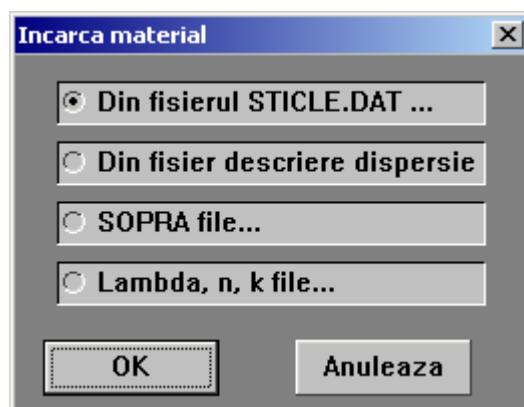

Fig. 3.3 Fereastra pentru selectare sursa date material
Prin apasarea butonului **Anuleaza** se inceteaza cautarea materialului. Prin apasarea butonului **OK** se creeaza fereastra reprezentata in Fig. 3.3.
- **Din fisier descriere dispersie** - Daca in fereastra din Fig. 3.3 s-a ales incarcarea din fisiere text (extensi *.mtx*) in format specific programului *STRAT*, se creaza o fereastra standard Window de deschidere fisiere. Dupa selectarea fisierului se incarca materialul din fisierul text. **ATENTIE !** Verificati corectitudinea descrierii parametrilor materialului.